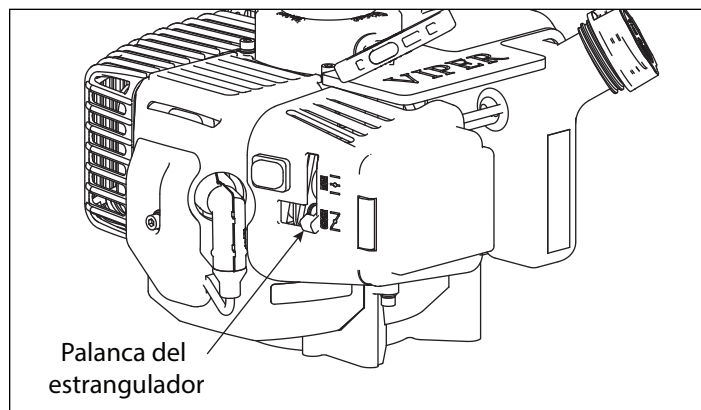

Figura 4
1. Antes de retirar la cubierta del filtro de aire, mueva la palanca del estrangulador hacia la posición CHOKE. **CONSULTE LA FIGURA 4.**